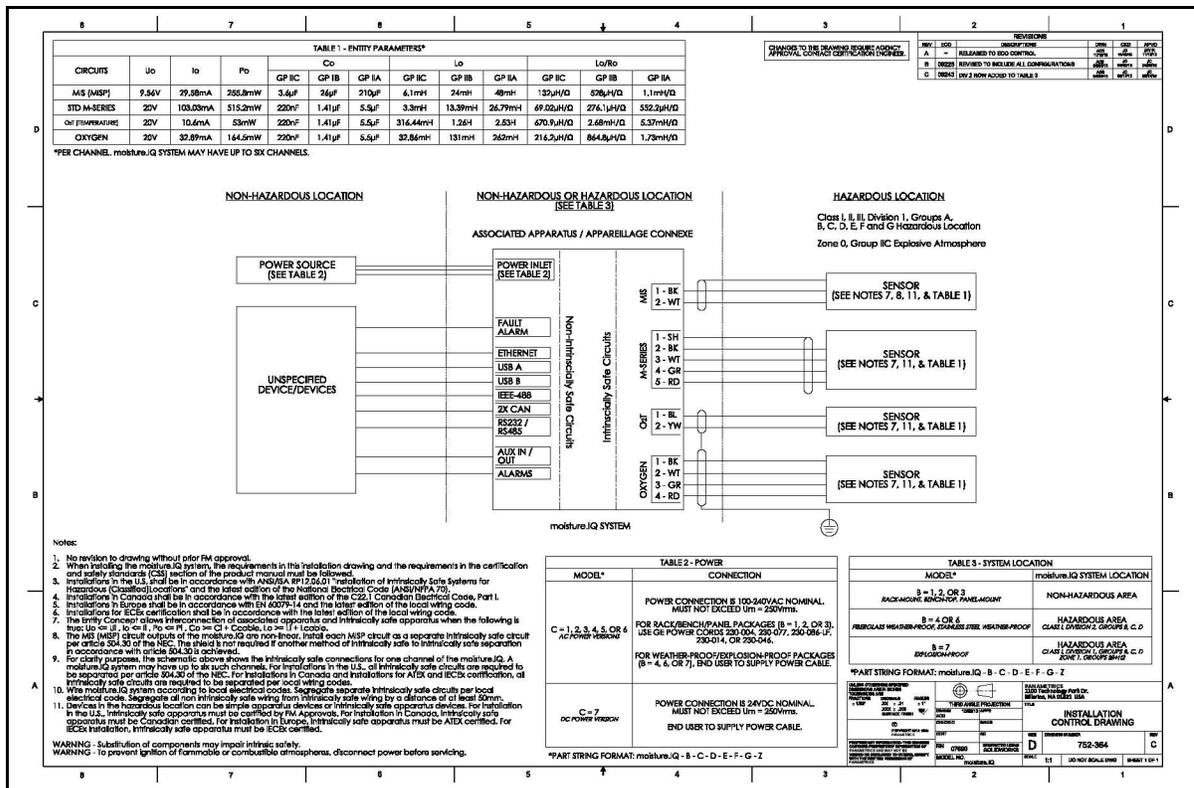
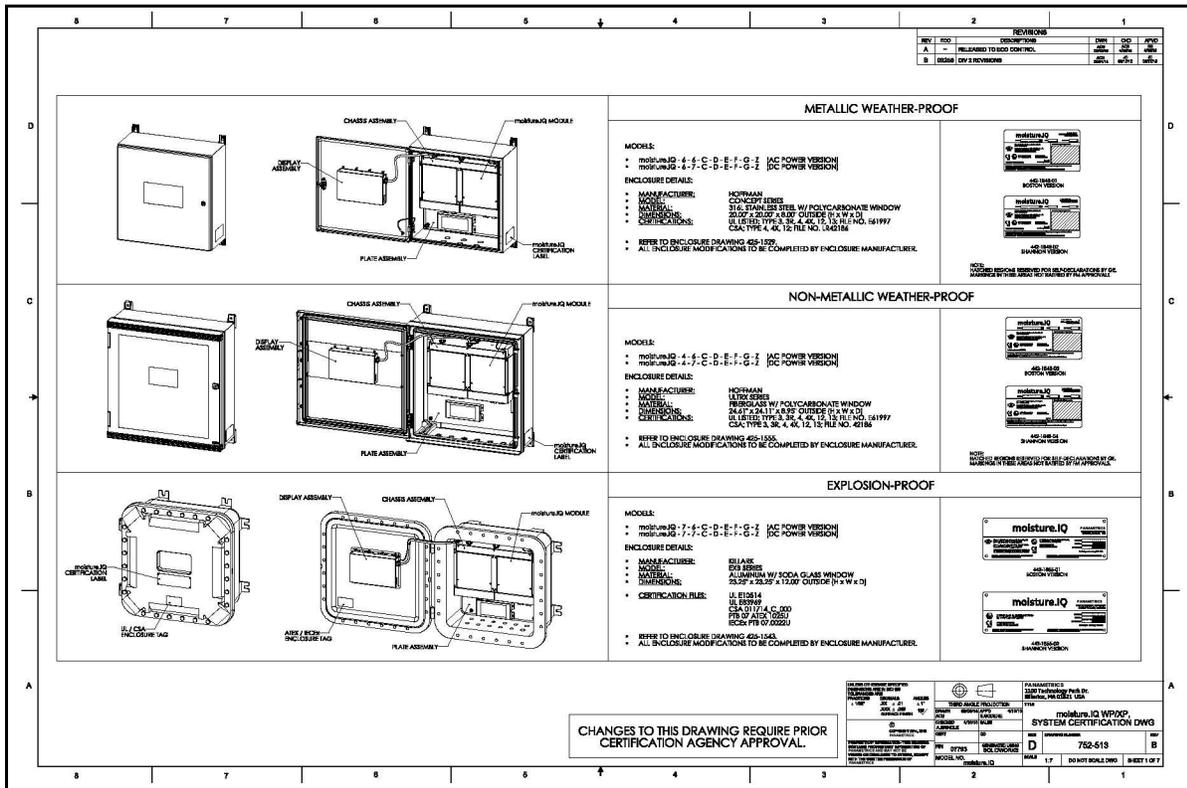
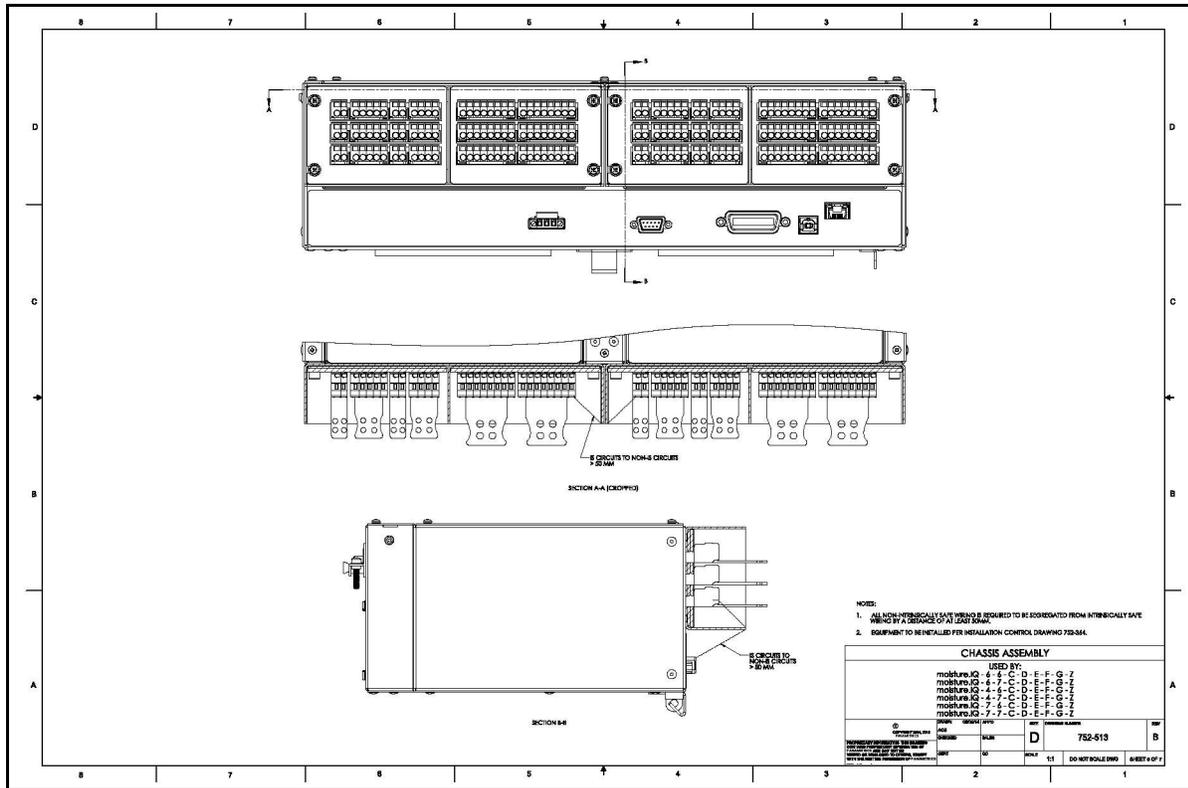

Рис. 1: Управляемый монтажный чертеж для стоечной/настольной/панельной установки (чертеж 752-364_revC, лист 1 из 1)
Рис. 2: Сертифицированный чертеж системы WP/XP (чертеж 752-513_revB, лист 1 из 5)
Рис. 6: Шасси в сборе (чертеж 752-513_revB, лист 5 из 5)
- Монтаж должен производиться согласно *управляемому чертежу 752-364* для стоечной/настольной/панельной установки (см. *Рис. 1* ниже) и *чертежу 752-513* для исполнений из нержавеющей стали и стекловолокна, защищенных от атмосферных воздействий, а также взрывозащищенного исполнения (см. с *Рис. 2* на *стр. 2* по *Рис. 6* на *стр. 4*).